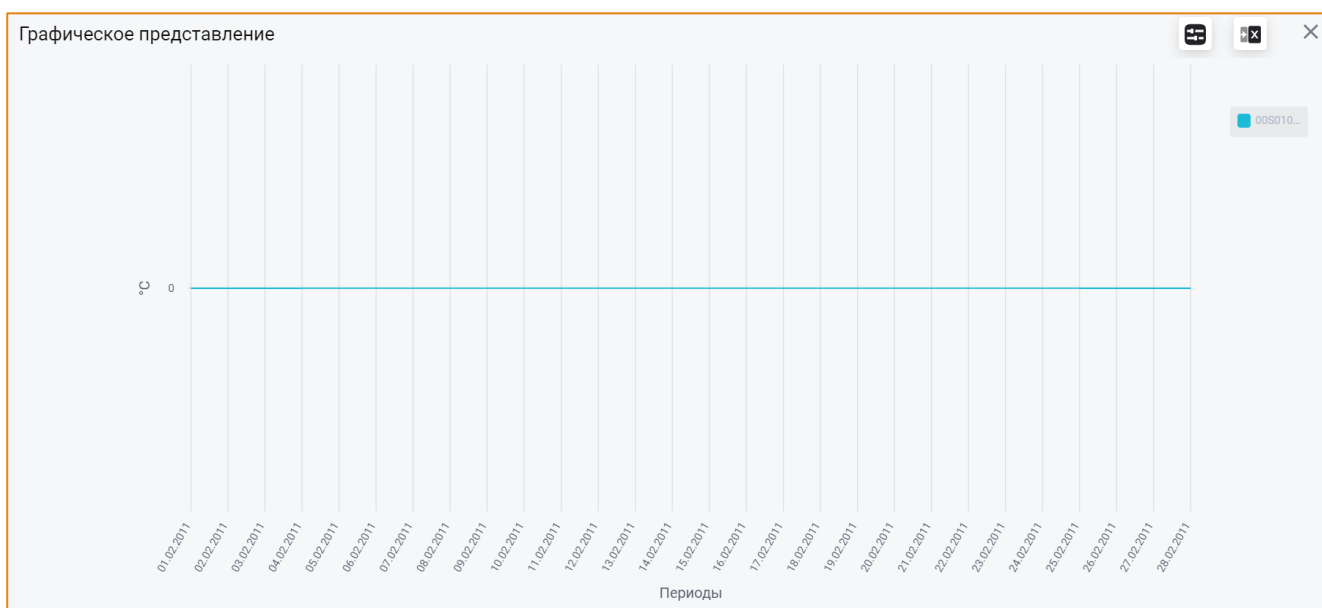

Рис. 131 – Построение графика по значениям параметра на дочерних периодах
*Например, если график построен на месяце, а в поле **Показать дочерние** выбран тип периода **Сутки**, то на графике будут представлены значения параметра/параметров на сутках выбранного месяца (Рис. 131).*